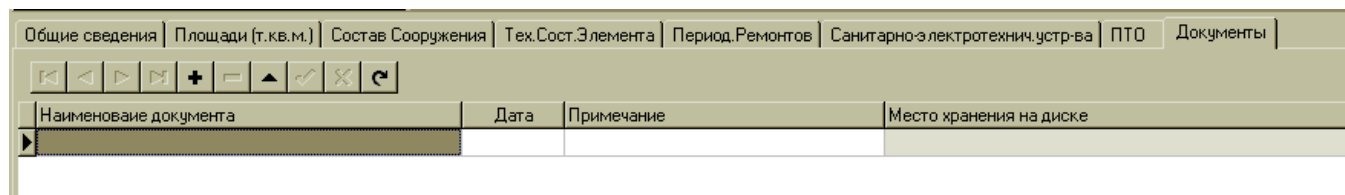

Рис.4.3.8
- Таблица отображающая текущую выборку оборудования по классификации и по другим признакам, заданным (если таковые заданы) в окне «Универсальная выборка» (Рис.4.3.6). или «Анализ по...» (Рис. 4.3.7, Рис.4.3.8). Над таблицей находятся кнопки
Закладка «Документы» (Рис. 4.3.8) предназначена для создания базы данных документации на данный объект учета. В данную базу могут быть занесены, например, чертежи проекта или иные документы имеющие отношение к данному инв.№ как к объекту в целом, но не занесенные в раздел «Документы» (См. раздел 4.10.), как в электронном виде, так и ссылки на бумажные документы с указанием места их физического хранения.
Закладка «Документы» предназначена для создания базы данных документации на данное помещение, работа полностью аналогична с массивом документов в разделе «Учет зданий и сооружений» (Рис. 4.3.8).